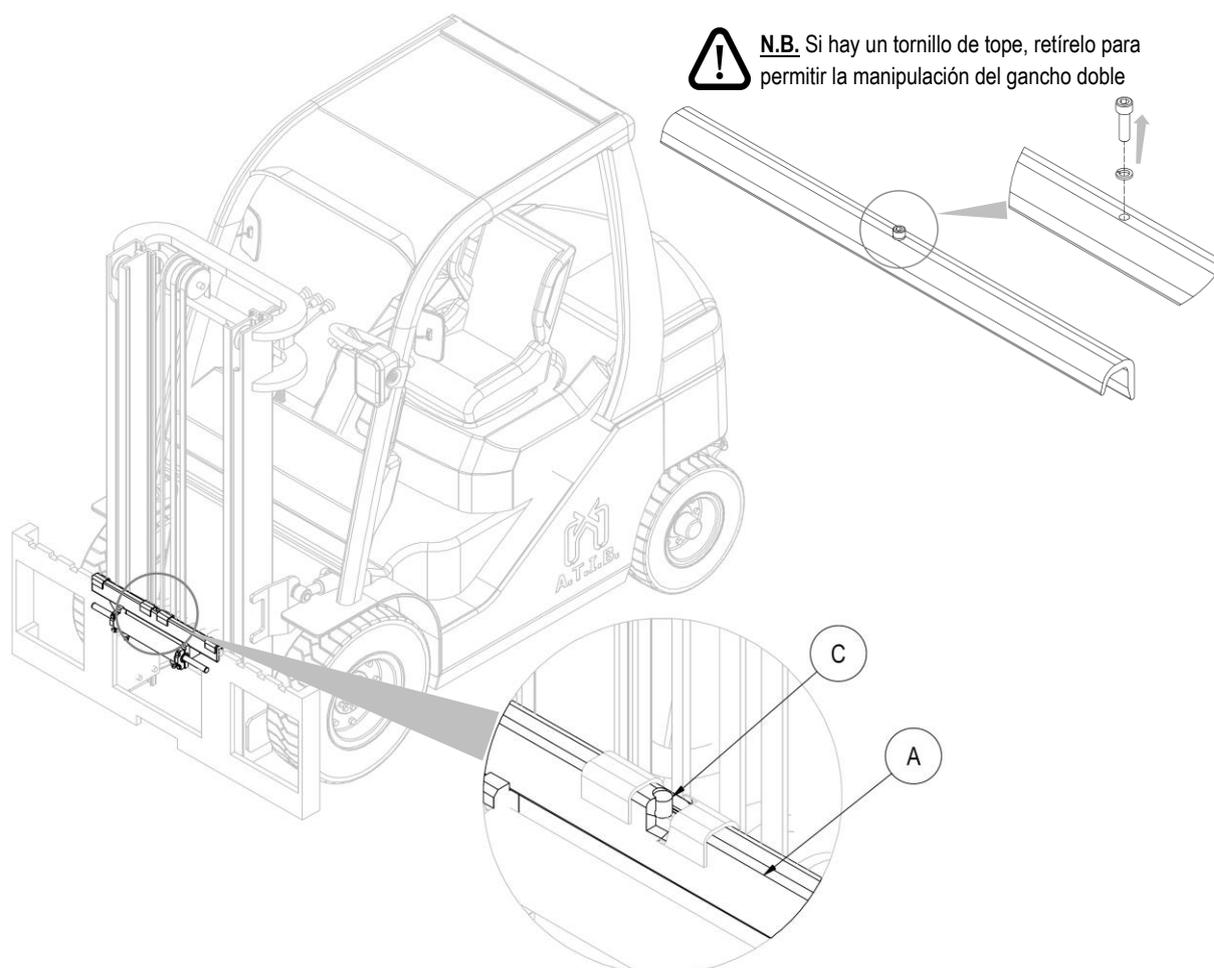

Figura 8
4. Tomar manualmente el doble gancho **A** (con las correspondientes deslizaderas), y posicionarlo sobre el perfil superior de la placa porta horquillas, cuidando de encajar el pivote de centrado **C** en la muesca central del mismo (mira *Figura 8*).